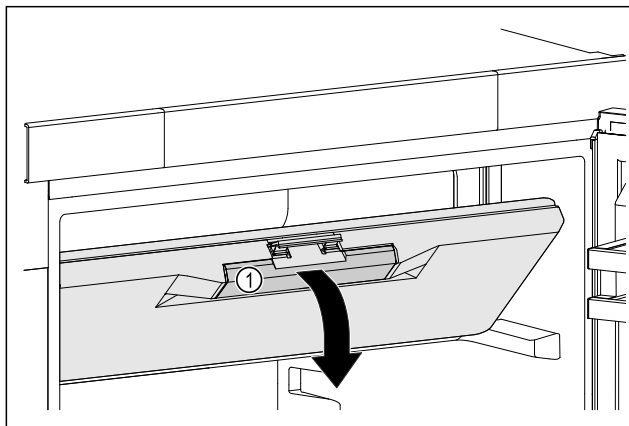

Fig. 43
- Ta tak i det innfelte håndtaket Fig. 43 (1) på døren til frysedelen.